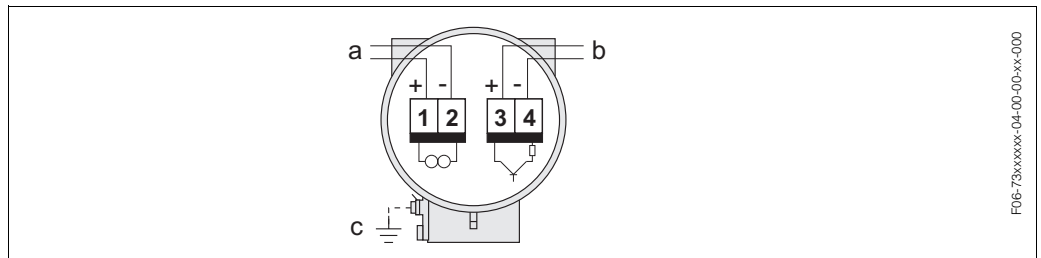

Abb. 17: Belegung der Anschlussklemmen
6. Anschlussklemmenstecker (g) aus dem Messumformergehäuse ziehen und das Kabel für die Hilfsenergie/Stromausgang anschließen (siehe → Abb. 17).
Optional: Anschlussklemmenstecker (h) aus dem Messumformergehäuse ziehen und das Kabel für den Frequenzgang anschließen (siehe → Abb. 17).
5. Anschlussklemmenstecker (e) aus dem Messumformergehäuse ziehen und das Kabel für die Hilfsenergie/Stromausgang anschließen (siehe → Abb. 17). *Optional: Anschlussklemmenstecker (f) aus dem Messumformergehäuse ziehen und das Kabel für den Frequenzausgang anschließen (siehe → Abb. 17).*
7. Erdungskabel an der Erdungsklemme (siehe Abb. 17, c) befestigen (nur Getrenntausführung).